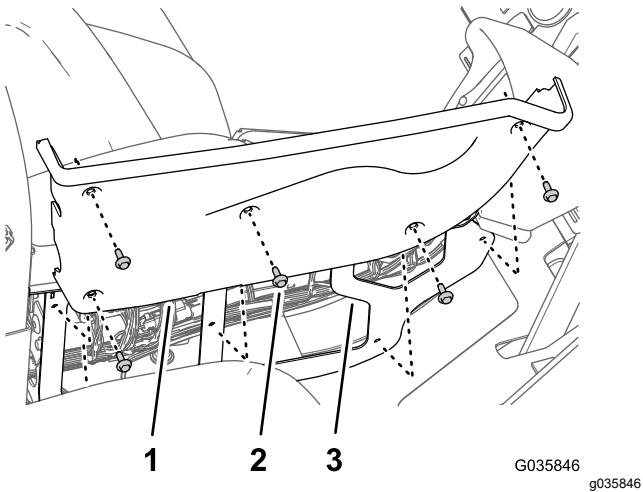

Bild 38
1. Entfernen Sie die fünf Bundkopfschrauben ($\frac{1}{4}'' \times \frac{3}{4}''$), mit denen die rechte Abdeckung an der mittleren Konsole befestigt ist (Bild 38).
2. Entfernen Sie die Kippschalter für die rechten und linken Bedienelemente für das Anheben des Auslegers von der mittleren Konsolenplatte (Bild 38).
6. Fluchten Sie die Löcher in der rechten Abdeckung mit dem Rahmen der mittleren Konsole aus (Bild 38).
7. Befestigen Sie die seitliche Abdeckung mit den fünf Bundkopfschrauben ($\frac{1}{4}'' \times \frac{3}{4}''$), die Sie in Schritt 1 entfernt haben, an der mittleren Konsole (Bild 38).